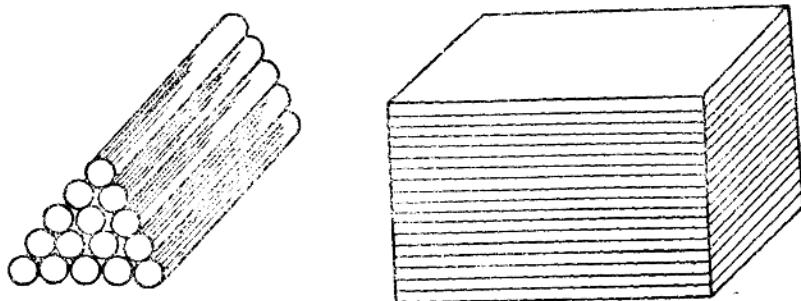

图 1—1
1. 原材料或零部件要摆放整齐稳当，如图1—1所示
2. 钳工工作台上要设有安全网，如图1—2所示，避免削削时铁屑飞出伤人。